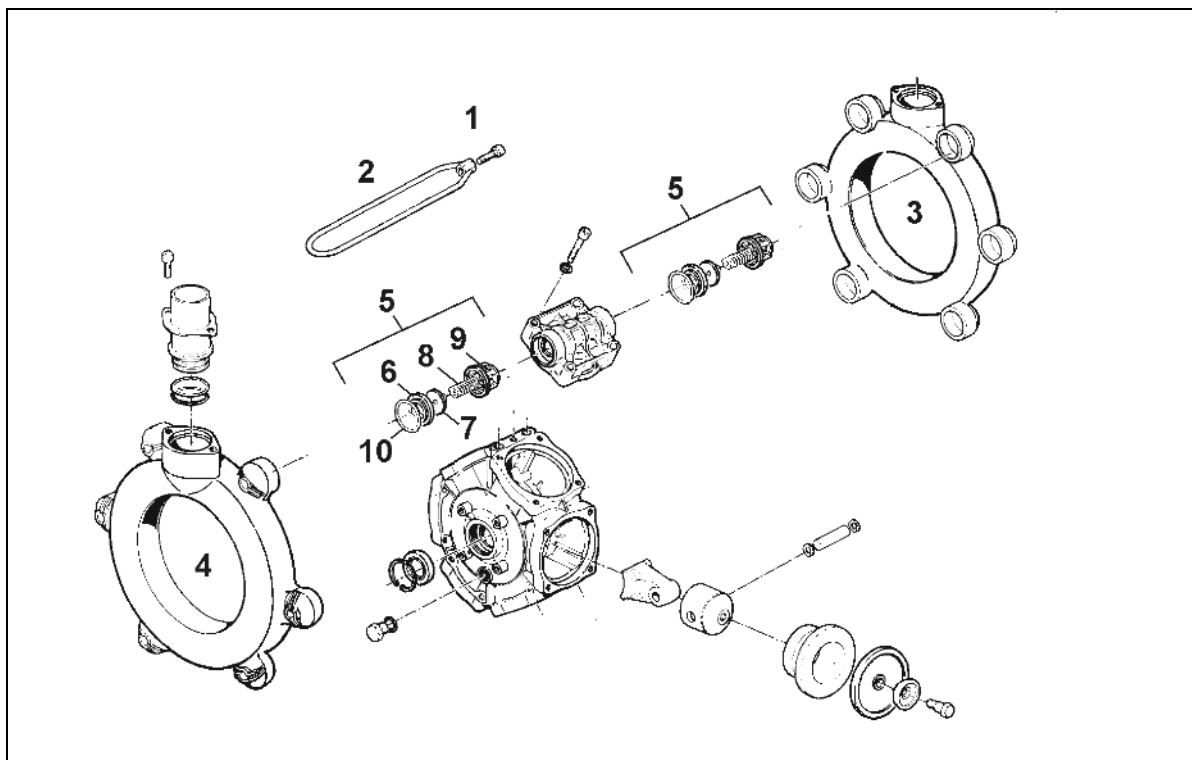

Fig. 173
Ist dies nicht der Fall, bei **entriegeltem** Schwingungsausgleich das ausgefaltete Spritzgestänge über Gegengewichte (Fig. 173/1) ausrichten. Die Gegengewichte entsprechend am Ausleger befestigen.
1. Schrauben (Fig. 173/2) der Befestigungslasche (Fig. 173/3) lösen. Die Ausrichtung erfolgt direkt an der Kunststoffklaue (Fig. 173/4) durch die Langlöcher der Befestigungslasche.
3. Schrauben (Fig. 173/2) anziehen.